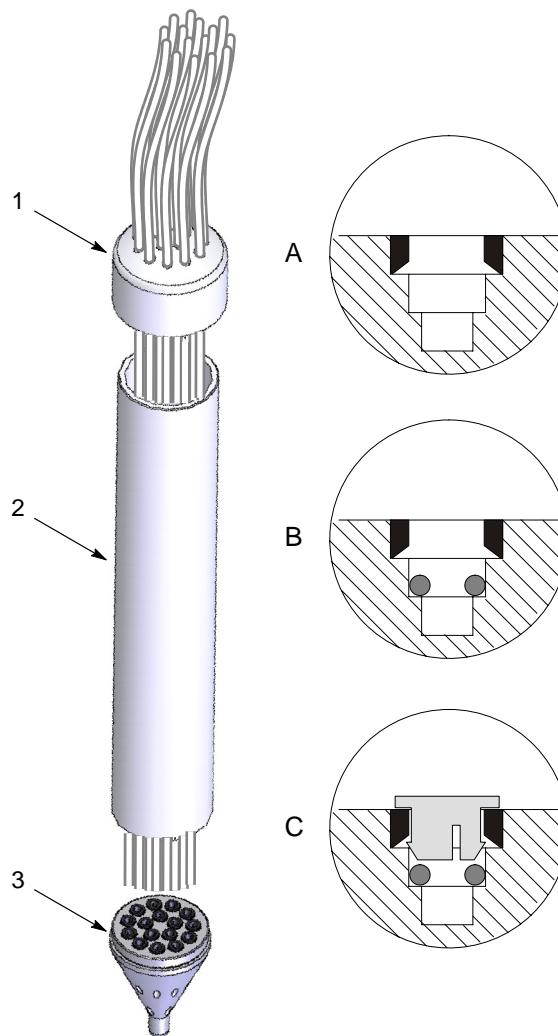

Figura 2 Substituição de uniões para tubos de pó
1. Consulte a figura 2. Retire a tampa (1) do corpo (2). Desloque a tampa de algumas polegadas para cima, ao longo do tubo de pó existente.
2. Desenrosque o corpo da cabeça (3). Afaste a cabeça do corpo, para aceder às uniões de tubos.
6. Monte as novas peças da união usando estes passos e os detalhes da secção transversal de figura 2.